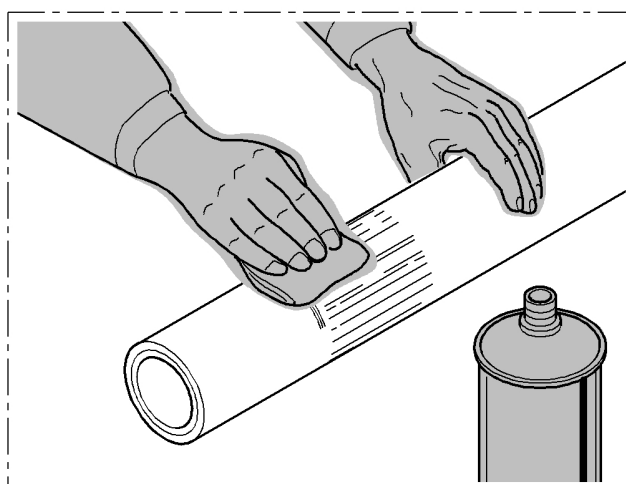

Fig.10
- Limpar a zona de tubo recém-raspada utilizando um pano limpo embebido em líquido decapante (art. LID1). (Fig. 10)